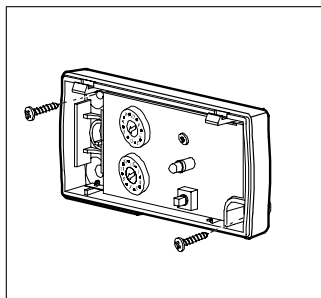

Fig. 5
3. Montér bunddel horisontalt på det ønskede sted, med to skruer. Fig. 5.